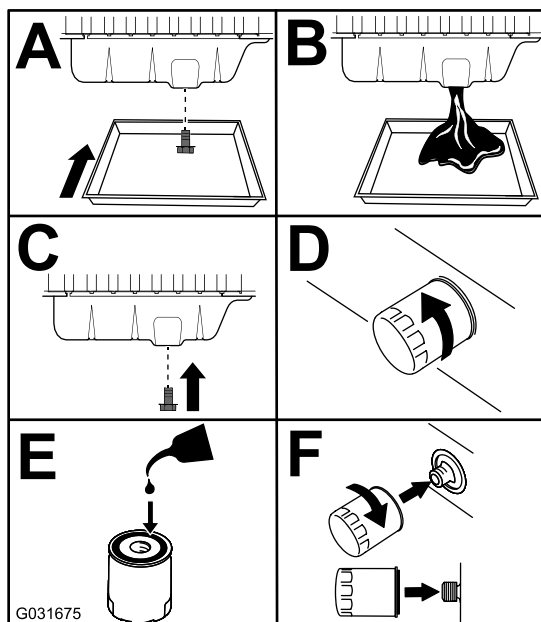

Figura 68
3. Cambie el aceite del motor y el filtro (Figura 68).